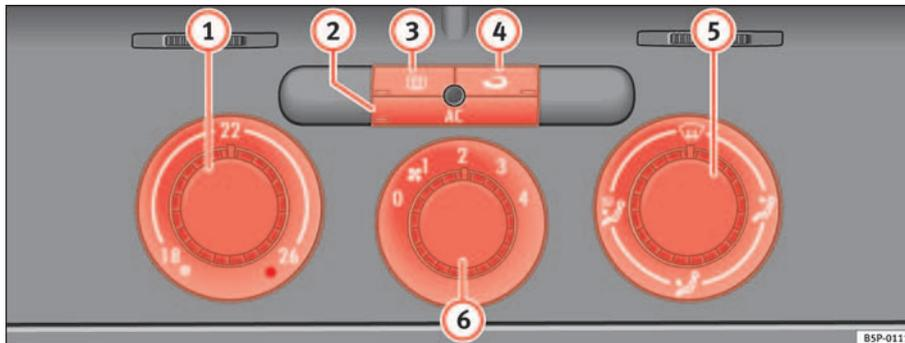

Abb. 123 In der Instrumententafel: Bedienelemente der Climatic
- Drehen Sie den Temperaturregler ⇒ Abb. 123 ① nach rechts bis zur gewünschten Heizleistung.